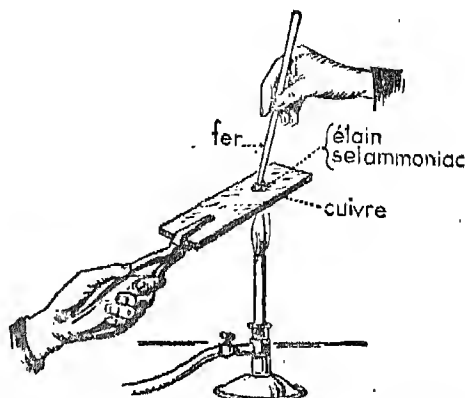

Fig. 3. — La lame de cuivre s'étame, c'est-à-dire se recouvre d'une couche d'étain très mince et très adhérente.
Décapiez la surface d'une lame de cuivre en la grattant ou en la limant. Puis chauffez-la. Conserve-t-elle sa couleur rouge ? Mettez sur la lame chauffée une pincée de sel ammoniac en poudre. Observez et décrivez. Complétez l'expérience comme l'indique la figure 3.
2. Ajoutons une pincée de *sel ammoniac* (c. p. poudre) et, avec une baguette en fer ou en cuivre, étalons à la fois le sel et l'étain liquide (fig. 3) :